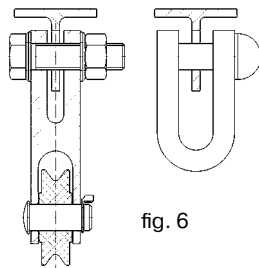

fig. 6
- Bei gewünschter Ausladung Seilrolle / Schäkel gemäß fig. 6 befestigen.